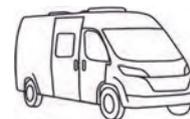

Fig. 115 Vano WC con doccia
- Per utilizzare la doccia, chiudere la porta (Fig. 115,1) e tirare completamente la tendina della doccia (Fig. 115,2), in modo da proteggere tutte le pareti.